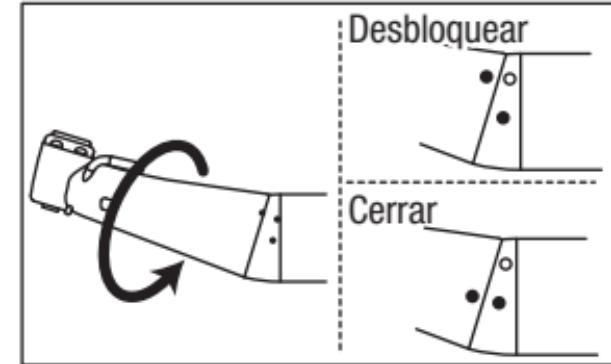

Fig. 11
- 3) Alinee la marca ● en el cabezal a la marca ○ (desbloquear) en el adaptador para insertar el cabezal hasta que entre en contacto con el adaptador. (Fig.11)
- 4) Gire el cabezal en la dirección de la marca ● hasta que haga clic (las marcas están alineadas). (Fig. 11)
Durante el montaje de la pieza de mano en el motor, compruebe que la marca ● está alineada en la pieza de mano. (Fig.11) Si la pieza de mano se monta en el motor con la marca mal alineada, la pieza de mano no se puede montar correctamente en el motor, o el cabezal puede soltarse y desprenderse.